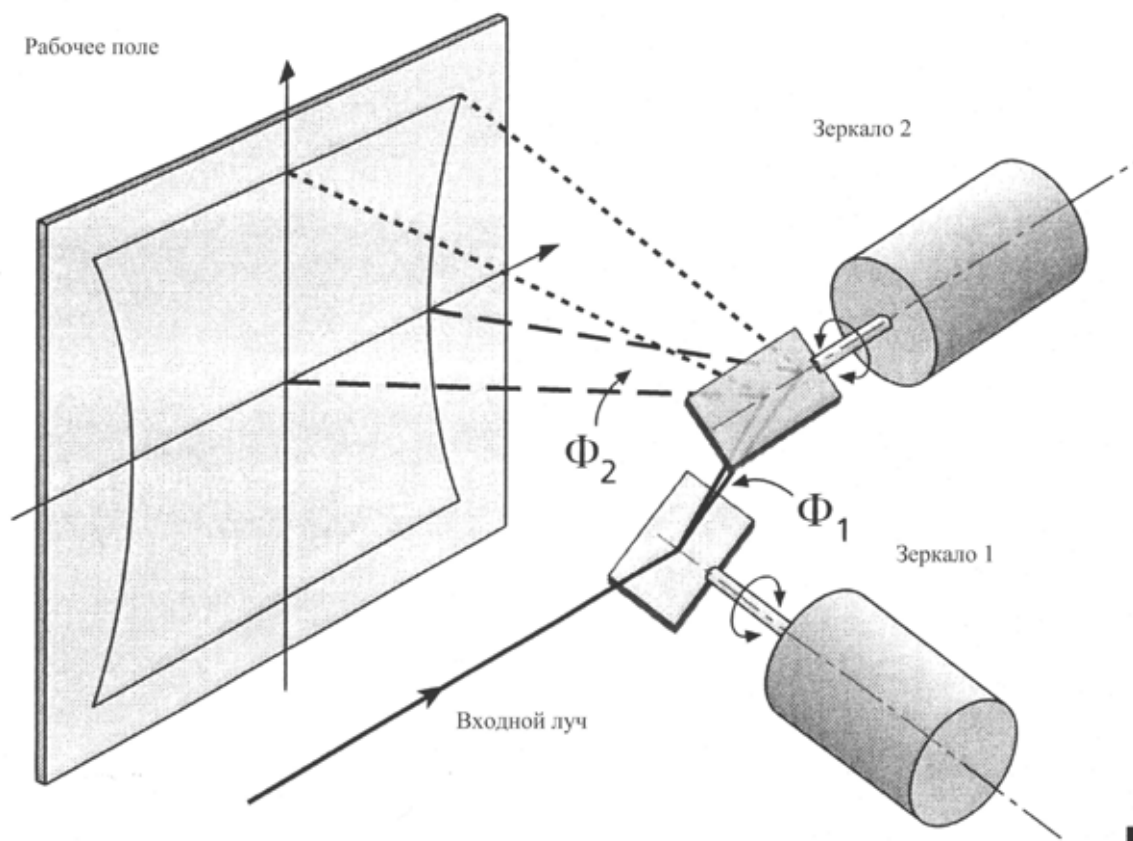

Рис.1.
1. Взаимное расположение зеркал приводит к некоторому искажению поля изображения – см. рисунок 1.